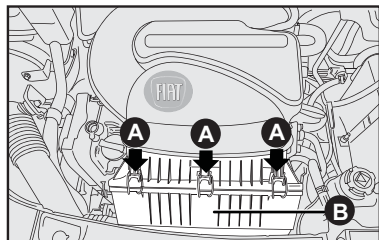

fig. 11
SUBSTITUIÇÃO - figs. 11, 12, 13 e 14
- Soltar os grampos **A-fig. 11** e retirar a tampa **B-fig. 11** pelo lado esquerdo;